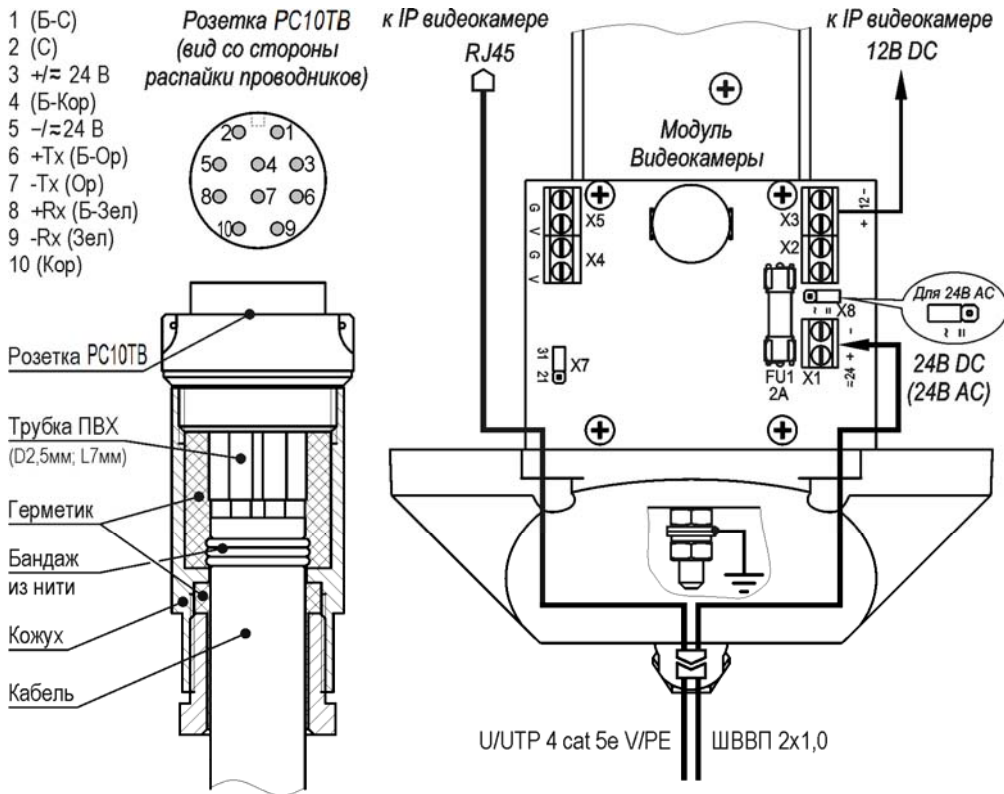

Рис.2 Распайка разъёма PC10TV и схема подключения IP-видеокамеры
1. Распаять ответную часть разъема PC10TV согласно требованиям к электромонтажу в соответствии с рис.2. После распайки разъем заполнить герметиком кремнийорганическим.
4. При необходимости изменить напряжение питания гермобокса или мощности обогрева, выкрутить 4 винта крепления задней крышки гермобокса, выдвинуть модуль видеокамеры из кожуха и установить джамперы X7 и X8 в нужное положение (рис.2). Установить модуль видеокамеры обратно в кожух. Закрутить 4 винта крепления задней крышки.
- X7 в положение «31» - мощность обогрева 31 Вт, для изменения мощности на 21 Вт джампер X7 необходимо переставить в положение «21» (см. рис.2);
- джампер X8 установлен в положение «=» - напряжение питания 24В DC, для питания гермобокса переменным напряжением 24В необходимо переставить джампер X8 в положение «~» (см. рис.2).